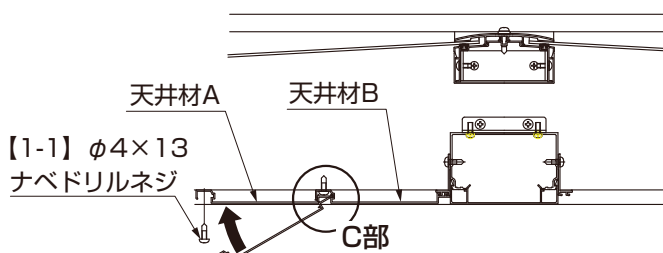
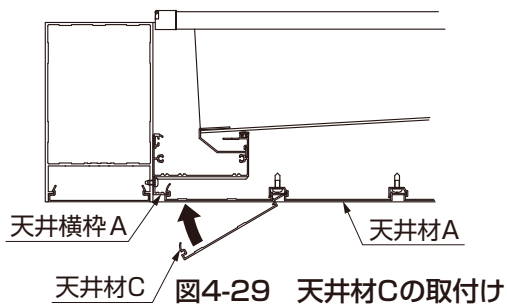

図4-28 天井材Aの取付け
図4-29 天井材Cの取付け
④天井材AをC部に吻合させて【1-1】で天井縦枠、調整フレームに取付けてください。(図4-28参照)
⑤壁樋を取付けてください。
⑥天井材Cを天井材A、天井横枠Aにかん合させて取付けてください。(図4-29参照)